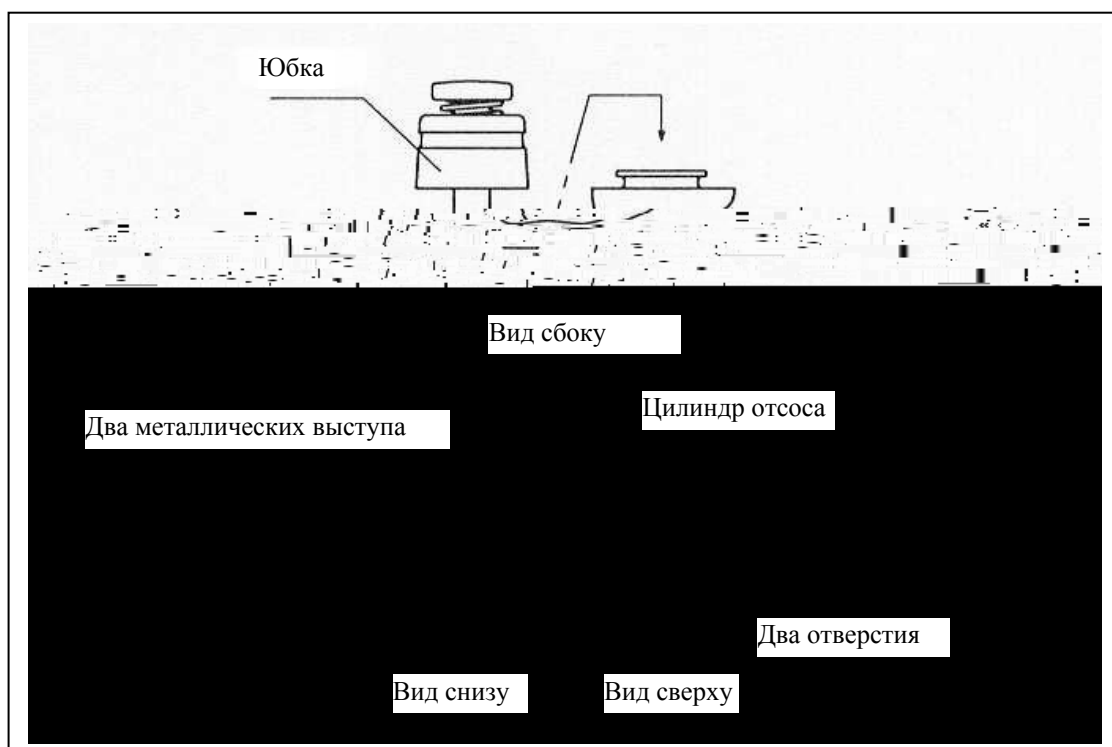

Рисунок 3.6
2. Подсоедините клапан отсоса к цилиндру отсоса эндоскопа (См. рис. 3.6 и 3.7). Убедитесь, что клапан установлен правильно, при этом юбка клапана не защемлена.